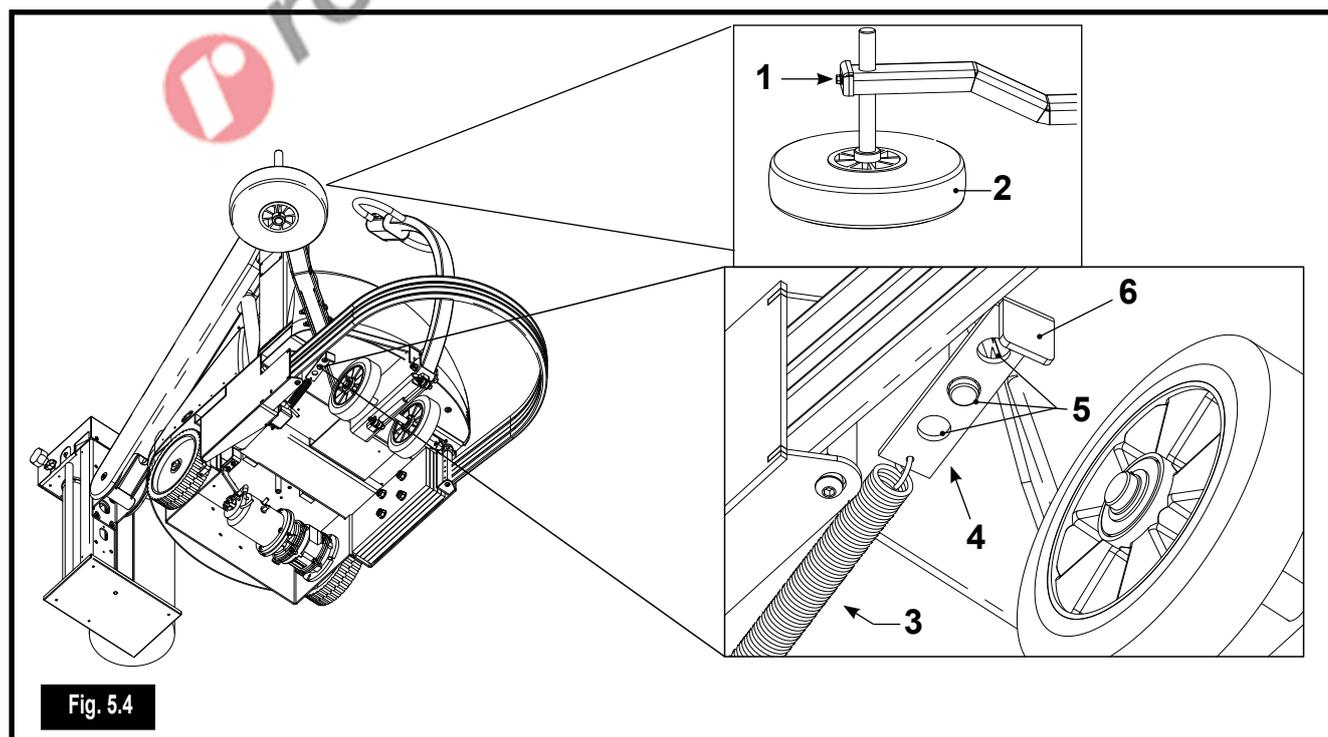

Fig. 5.4
a) regolazione altezza della ruota (Fig. 5.4).
b) regolazione forza di sterzata (Fig. 5.4).
a) Hauteur de la roue (Fig. 5.4).
b) Force de braquage (Fig. 5.4).